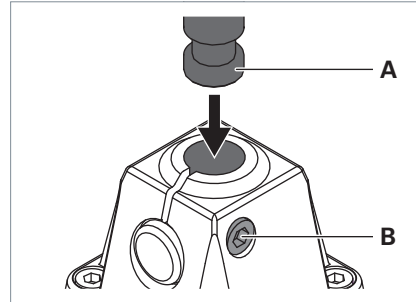

Fig. 3: Monter le luminaire sur l'élément de fixation.
- ▶ Dévisser la vis **B** hors de l'élément de fixation, voir Fig. 3.